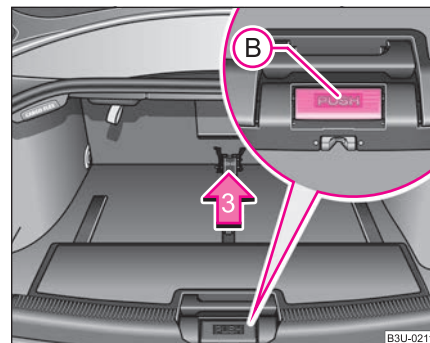

Fig. 84 Asegurar la plataforma plegable
- Pulse la tecla de manejo “PUSH”  ⇒ página 97, fig. 84 y desplace la plataforma plegable hasta la posición central.